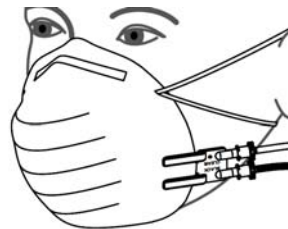

図 3 マスクの装着
- 3) 図 3 のようにマスクを口元へ装着し、呼吸が漏れることのないようしっかりと密着するように装着します。